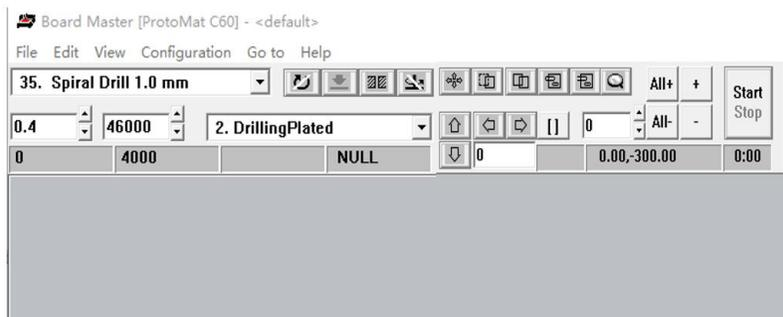

图5-38 选择“2.DrillingPlated”
- 3) 调整好数据与基板的相对位置，将基材固定于机台上后，开始钻导通孔，加工项中选择“2.DrillingPlated”，如图5-38所示。然后单击“All+”按钮，再单击“Start”（开始）按钮。